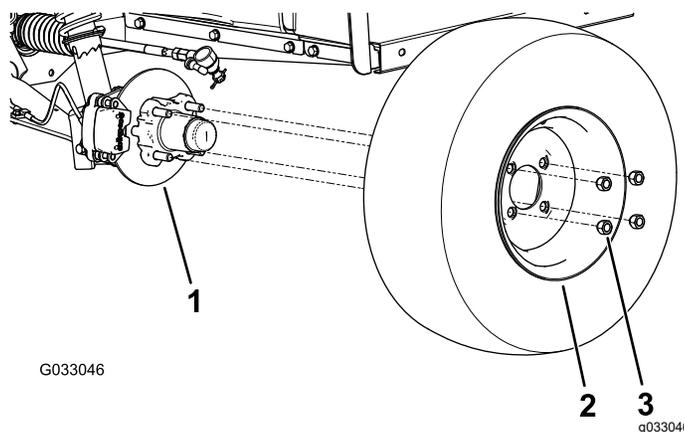

Figura 22
2. Retire as 4 porcas de rodas que prendem a roda ao cubo (Figura 22).
4. Alinhe os orifícios na roda com os pinos do cubo e monte a roda no cubo com a haste da válvula para fora (Figura 22).
5. Prenda a roda ao cubo utilizando as porcas das rodas (Figura 22).